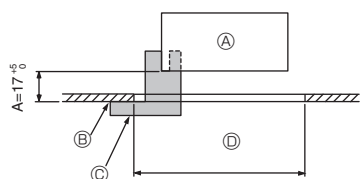
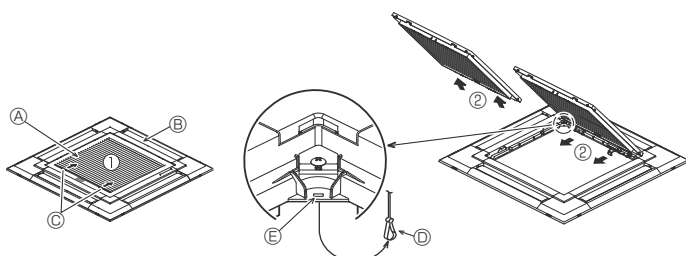

Fig. 9-2
Fig. 9-3
①	Gitter	1	950 × 950 (mm)
②	Monteringsmåler	1	(Delt inn i 4 deler)
③	Trådløs fjernkontroll	1	For PLP-6EALM2
④	Holder for fjernkontroll	1	Inkludert når utstyrt med den trådløse fjernkontrollen. *
⑤	LR6 AA-batterier	2	Inkludert når utstyrt med den trådløse fjernkontrollen. *
⑥	3,5 × 16 senkeskruer	2	Inkludert når utstyrt med den trådløse fjernkontrollen. *
9.2. Gjøre klar til å feste gitteret (Fig. 9-2)
- Bruk måler ② som følger med dette settet, til å kontrollere og justere plasseringen av hovedenheten i forhold til takoverflaten. Hvis hovedenheten ikke er korrekt plassert i forhold til takoverflaten, kan det oppstå luftlekkasjer eller samle seg kondens.
- Ⓒ Monteringsmåler ② (satt inn i hovedenheten)
9.2.1. Fjerne innsugningsgitteret (Fig. 9-3)
- Skyv spakene i retningen som pil ① viser, for å åpne innsugningsgitteret.
- Med innsugningsgitteret i "åpen" stilling fjerner du hengslene til innsugningsgitteret som vist med pil ②.
[Fig. 9-3] [Fig. 9-4]